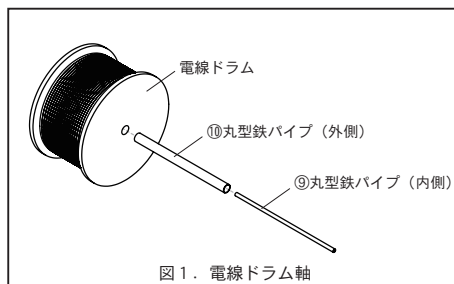

図1. 電線ドラム軸
1. 図1のように、⑩丸型鉄パイプ（外側）に⑨丸型鉄パイプ（内側）を通してから電線ドラムの軸穴へ通します。